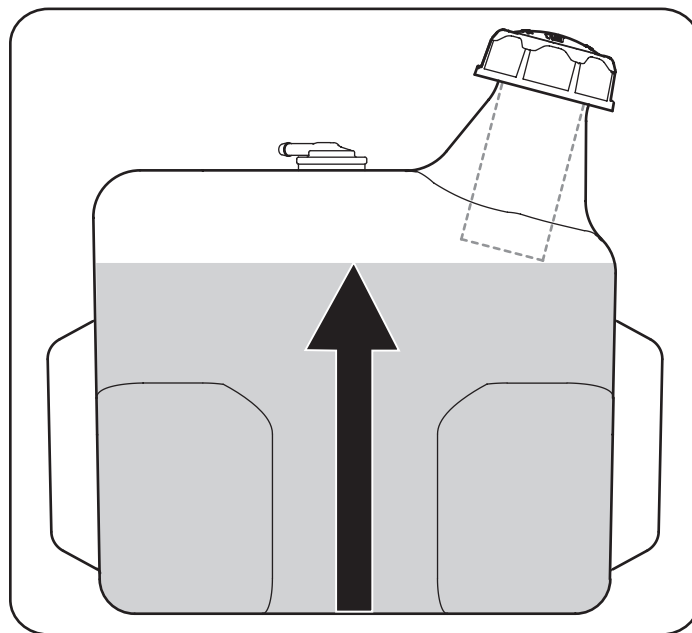

Figura 9
2. Cargue el depósito de combustible con gasolina. Sólo se debe utilizar gasolina limpia, nueva (con menos de 30 días de antigüedad) y sin plomo. Llene el tanque no más de ½ pulgada por debajo de la base del cuello del tapón de carga, para dejar espacio para la expansión del combustible. Consulte la Figura 9.
**¡IMPORTANTE!** No llene en exceso el depósito de combustible. Llene el tanque no más de ½ pulgada por debajo de la base del cuello del tapón de carga, para dejar espacio para la expansión del combustible. Consulte la Figura 9.